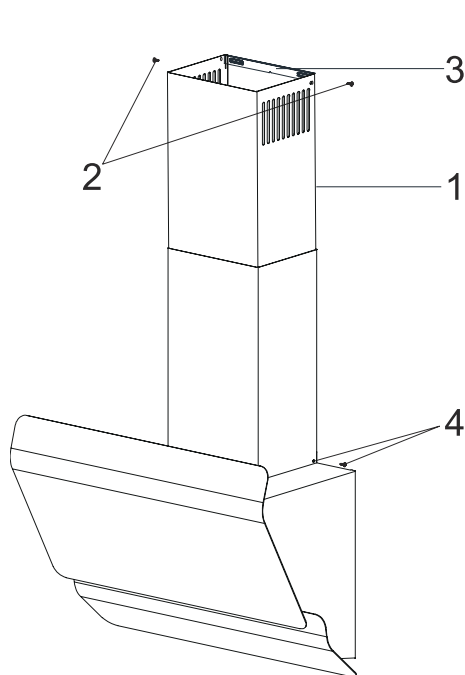

Fig. 8
3. ➡ Træk nu den indvendige skorsten op mod loftet. Fastgør denne med 2 skruer på siderne i toppen. Skru også den udvendige skorsten fast på siderne i bunden (Fig. 8).